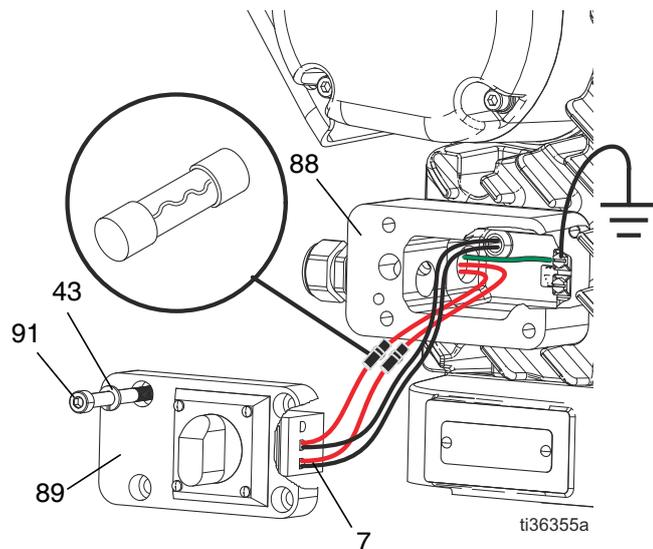

FIG. 10: Posizione fusibili
3. Rimuovere le quattro viti (91) e il coperchio della scatola di giunzione (89) dal driver per accedere al blocco di disconnessione (7). Vedere: FIG. 10.